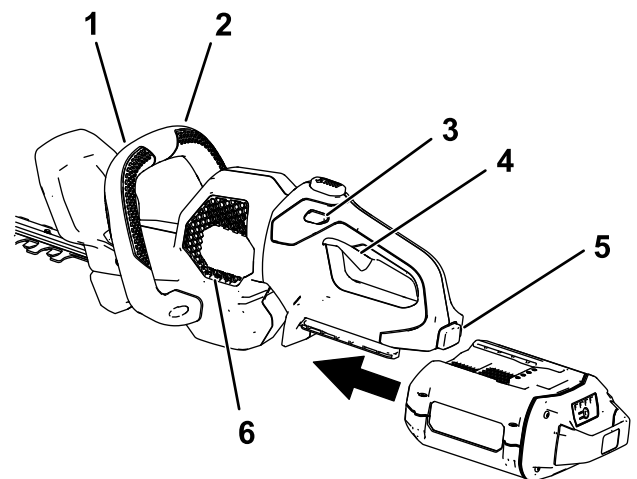

Figura 5
3. Alinee el hueco de la batería con la lengüeta del alojamiento de la empuñadura, sujete la empuñadura, e introduzca la batería en la empuñadura hasta que el cierre encaje en su sitio (Figura 5).
- Coloque una mano en la empuñadura con gatillo. Coloque la otra mano en la empuñadura auxiliar (Figura 5).
- Presione el interruptor de bloqueo y apriete el interruptor del gatillo mientras activa el interruptor de la empuñadura auxiliar para encender el cortasetos (Figura 5).
El cortasetos seguirá encendido mientras se aprietan el interruptor de la empuñadura auxiliar y el gatillo. Puede soltar el interruptor de bloqueo una vez que el cortasetos esté funcionando (Figura 5).
Para apagar el cortasetos, suelte el gatillo, el interruptor de la empuñadura auxiliar, o ambos (Figura 5). Espere al menos 5 segundos para que la cuchilla se detenga.